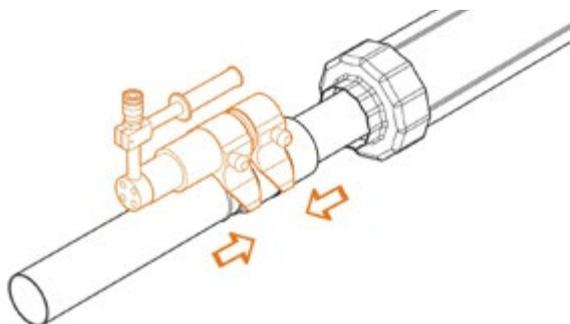

Рис. 5.8.8
**6.** При помощи гидравлического насоса произвести запрессовку пресс-фитинга (рис. 5.8.8).